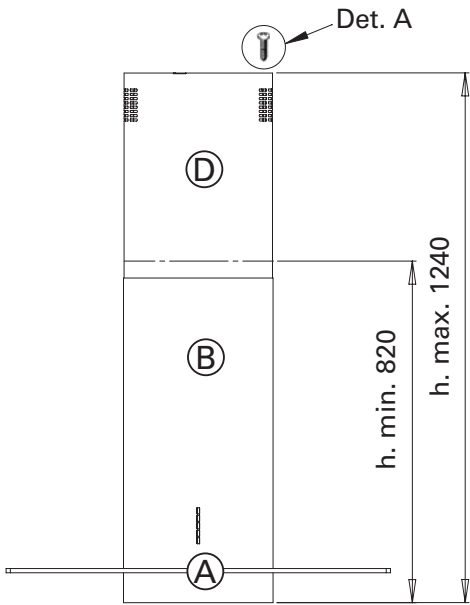

Fig. 1B/Abb. 1B
- 3) Identify the height (65-70 cm) required for the positioning of the range hood (fig. 1B).
- 3) Die gewünschte Höhe zwischen Dunstabzugshaube und Kochebene (65-70 cm) bestimmen (Abb. 1B).